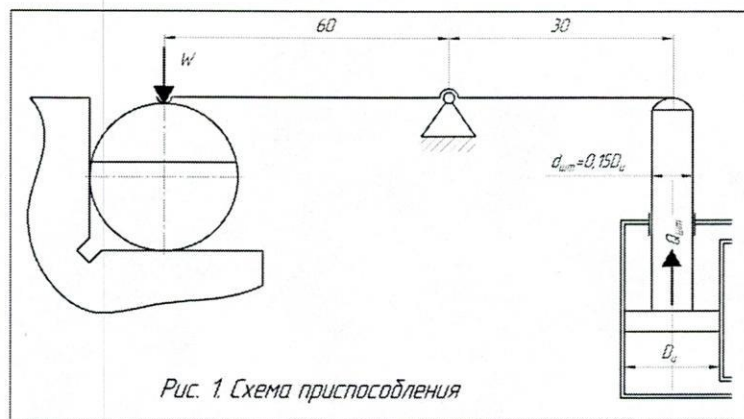

Рис. 1. Схема приспособления
1. Чему должно быть равно усилие на штоке двухстороннего пневмоцилиндра ( $Q_{шт}$ ), чтобы обеспечить силу закрепления  $W=2$  кН (см. рис. 1). При расчете трением пренебречь. Усилие на штоке пневмоцилиндра ( $Q_{шт}$ ) равно: кН.
2. Чему равен диаметр поршня ( $D_{ц}$ ) двухстороннего пневмоцилиндра (см. рис. 1), при усилии на штоке ( $Q_{шт}$ ) рассчитанном в п. 1. Давление воздуха принять равным 0,6 МПа. Коэффициент полезного действия пневмоцилиндра принять равным 0,7. Результат округлить до целого числа.